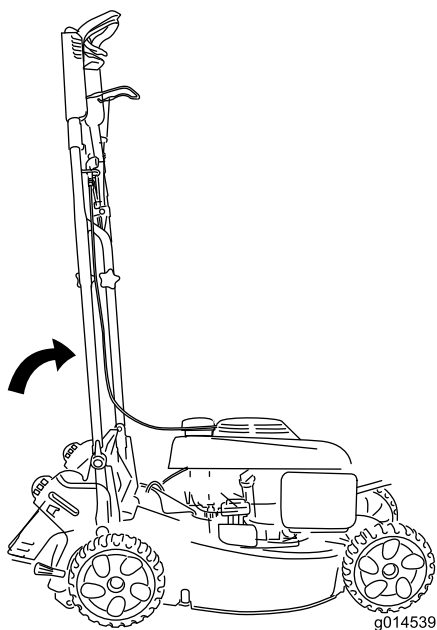

Figure 29
- Pour remiser la machine en occupant le moins de place possible, arrêtez le guidon à la position verticale (Figure 29) et serrez les verrous du guidon.